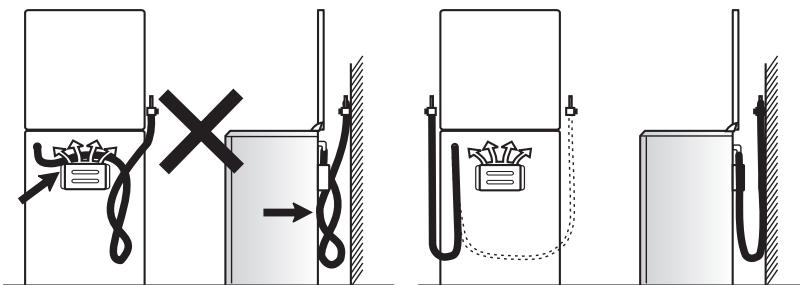

Рис. 9
- **ПОМНИТЕ:** После установки плиты на место обязательно проверьте положение гибкого шланга подвода газа и шнура питания (рис.9). Они не должны проходить в зоне горячего воздуха дымохода. Во время работы духовки там возникает большая температура, которая может их повредить.